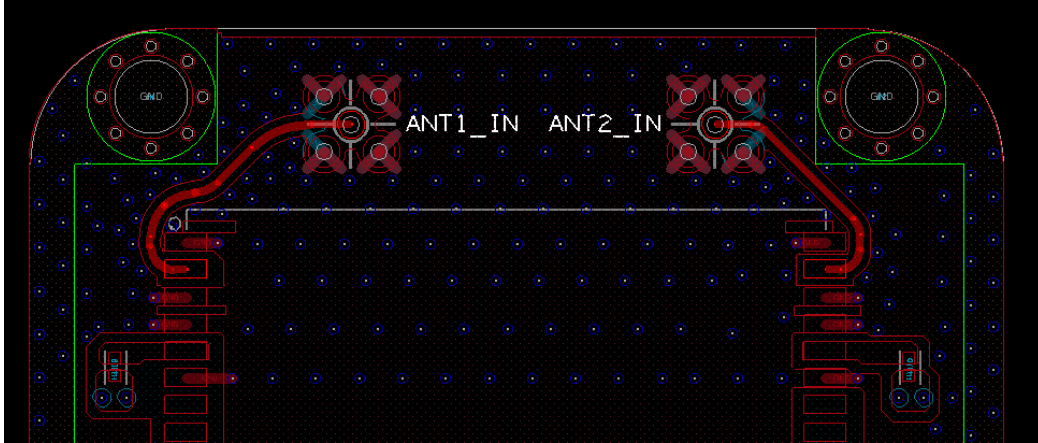

图 11 天线模块 PCB 设计示意图
- a) 为防止引入干扰，确保信号完整性，天线走线时需保证 50ohm 阻抗，长度尽量短，且包地处理，具体参照图 11；